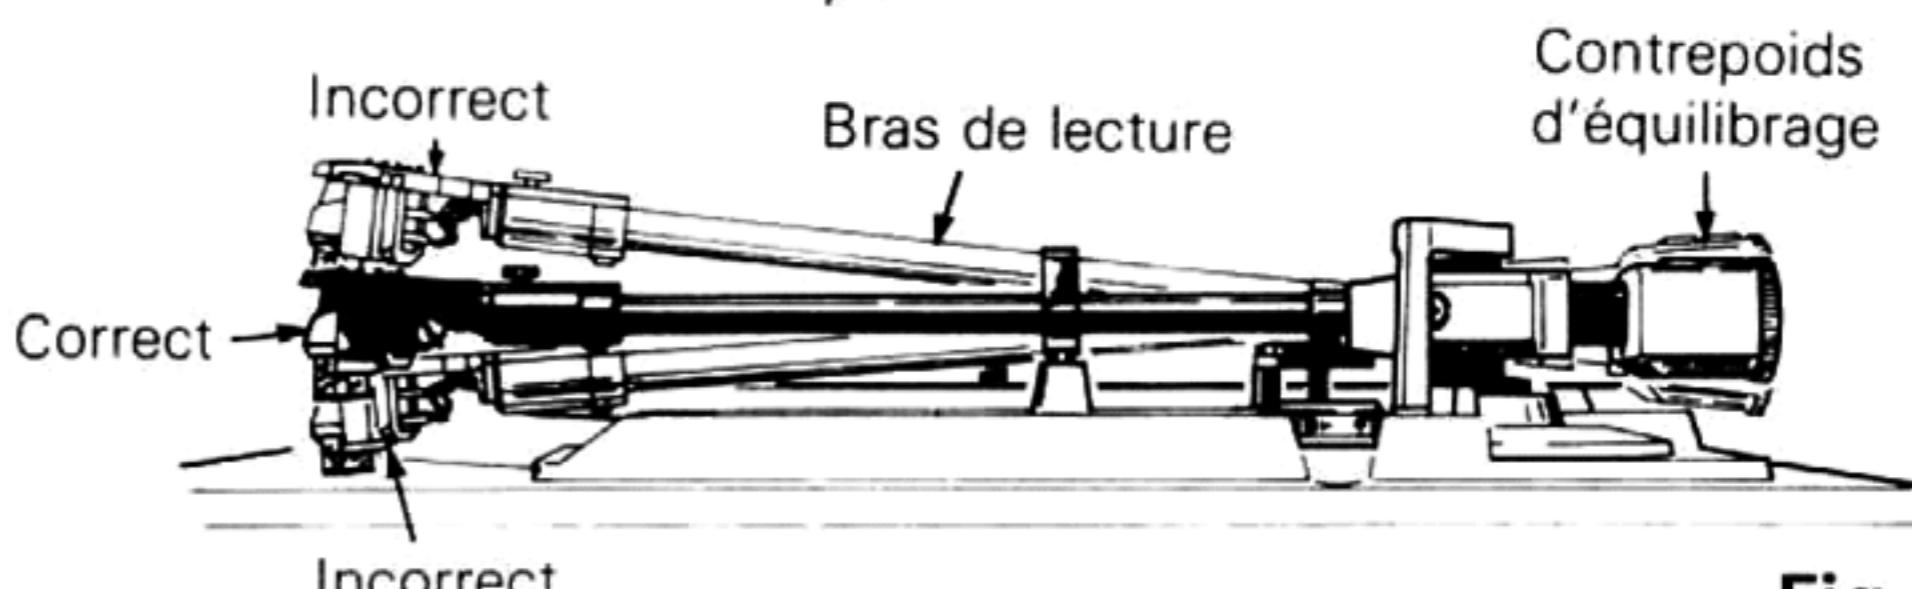

Fig. 4
2. Faire tourner le contrepoids d'équilibrage jusqu'à ce que le bras de lecture soit correctement équilibré. (**Voir la Fig. 4**)